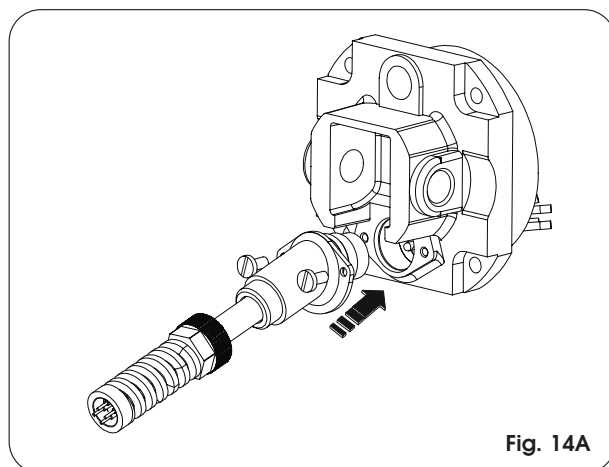

Fig. 14A
- Sluit de voedingskabel van de aandrijving aan (Fig. 14A).
- Haal de schroeven aan (Fig. 14A).